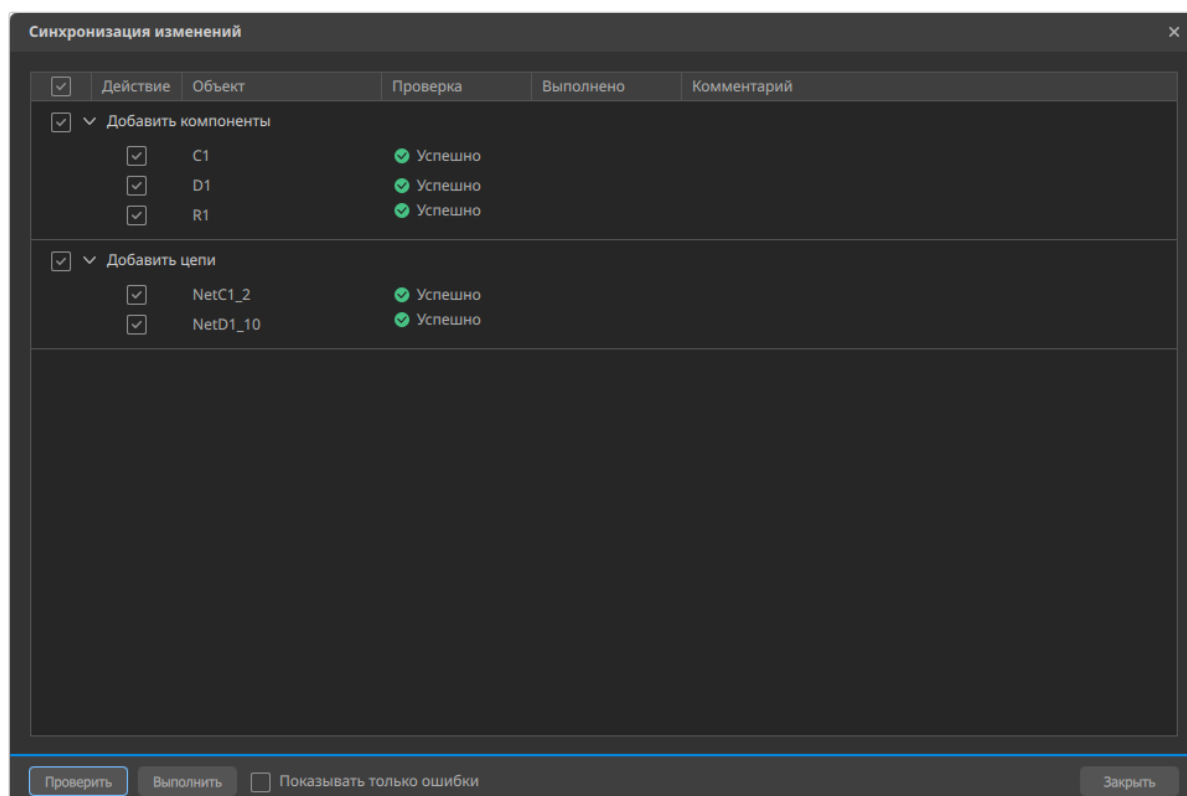

Рисунок 81. Статус проверки в окне «Синхронизация изменений»
- 4) В столбце «Проверка» отобразится возможность применения выбранных изменений (см. рисунок 81).